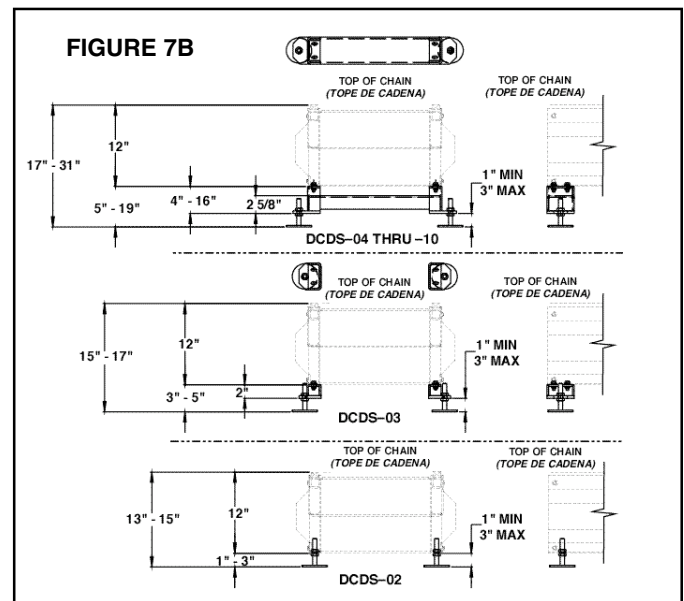

FIGURE 8A
- 8 ..Connect air lines and EZLogic cables at section joints as shown in Fig. 8A.
- 8 .. Conecte las líneas de aire y los cables EZLogic en las secciones de unión como se muestra en la Fig. 8A